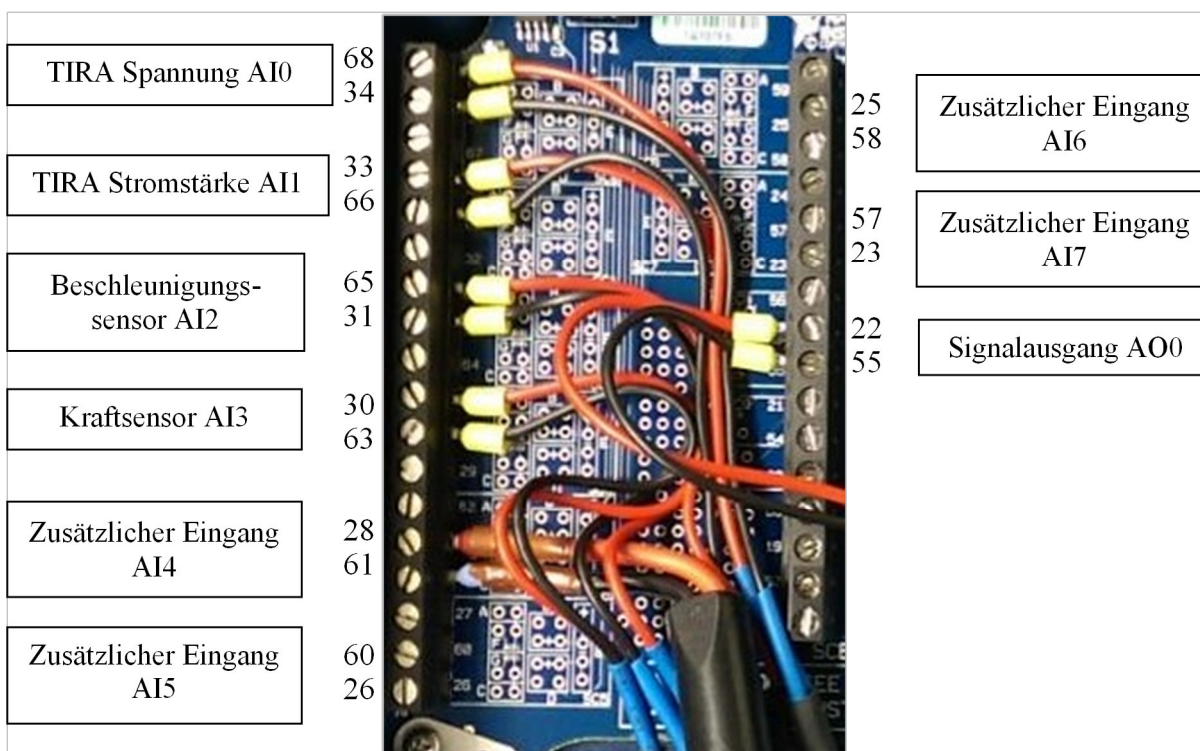

Abbildung 3.2: Pinbelegung der Verkabelung am Anschlussblock
Als Verteilung und Verbindung der einzelnen Signalkabel dient der Anschlussblock (4) (SCB-68A). In Abbildung 3.2 ist die Pinbelegung der Verkabelung dargestellt.